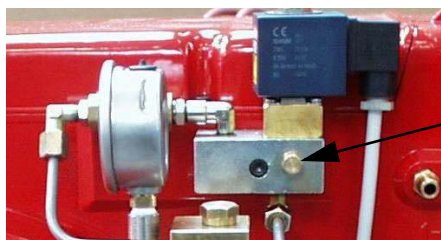

Fig. 14 - Bloccetto distributore gasolio (PG60)
- (RD) I Alta fiamma
- (BU) II Sosta
- (OG) III Bassa fiamma
- (YE) IV -
- (BK) V -
- (GN) VI -
- 9 La pressione di alimentazione ugello è già pre-tarata in fabbrica e non deve essere cambiata. Solo se necessario, regolare la pressione di alimentazione (vedi relativo paragrafo) nel modo seguente: inserire un manometro nella posizione indicata in Fig. 14-Fig.